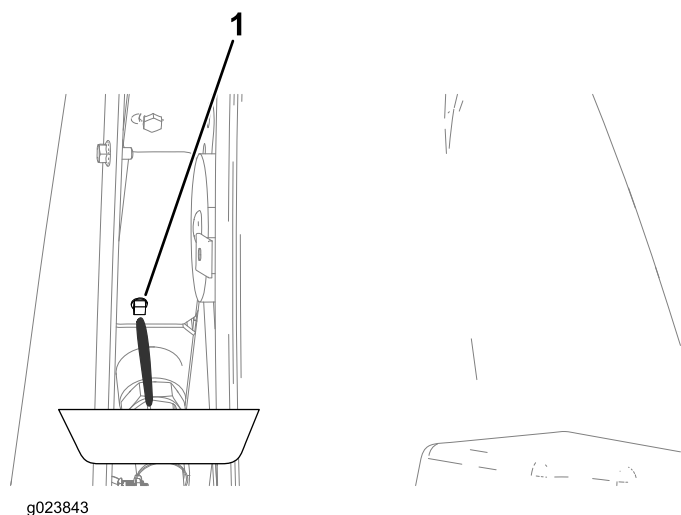

Figura 141
4. Posicione uma bandeja de drenagem sob o bujão de drenagem (Figura 141).
7. Instale o bujão de drenagem (Figura 141).
- C. Instale o bujão de drenagem (Figura 141).
- H. Instale o bужão de drenagem (Figura 141).